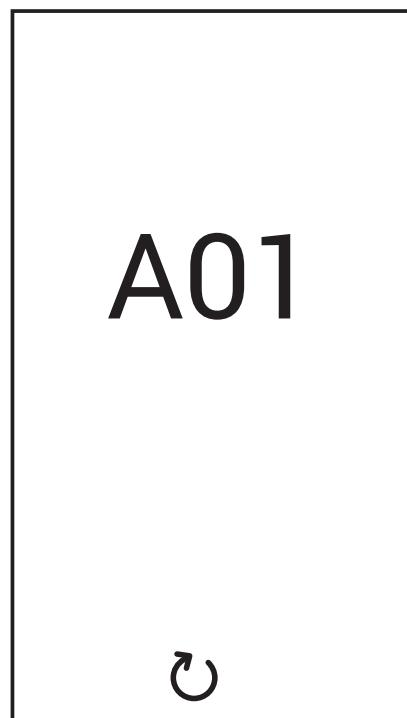

рис. 5
**Неисправность типа А (рис. 5):** Для разблокировки котла при наличии данного вида неисправности необходимо держать нажатой кнопку  , пока не появится надпись "Confirm?". Затем подтвердите с помощью кнопки .